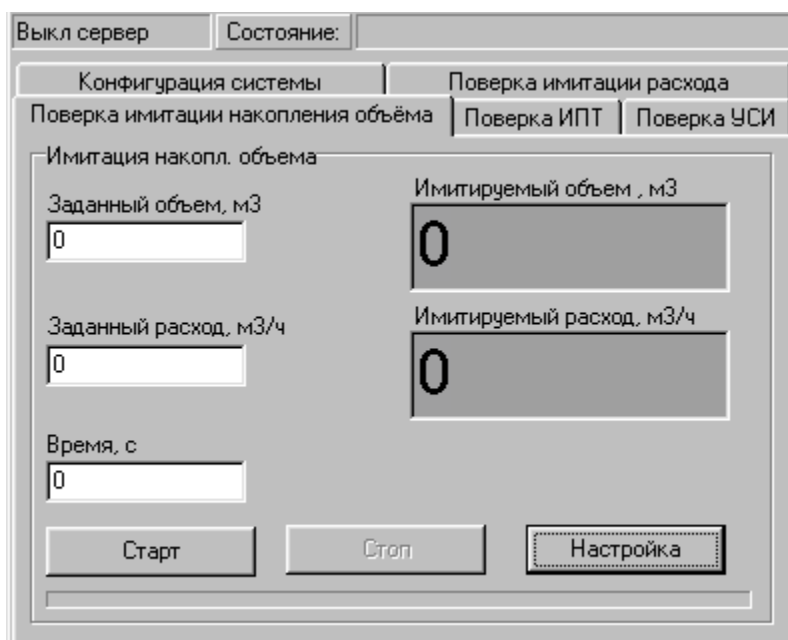

Рис. 53. Вид вкладки «Поверка имитации накопления объема».
- 5.7.4.1.3. Для определения относительной погрешности набора объема активизируется вкладка **Поверка имитации накопления объема** (рис.53).